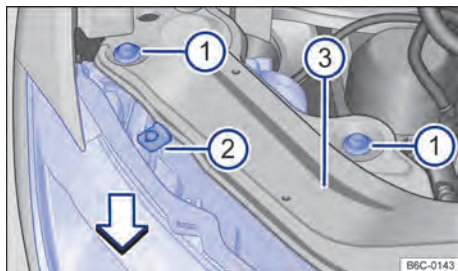

Fig. 132 En el vano motor: tornillos de fijación del faro delantero.
Retirar los tornillos de fijación → fig. 132  1 con ayuda de una llave torx.
- Mover el faro hacia delante, en la dirección de la flecha → fig. 132, hasta que los dos clics de la parte inferior se desacoplen y permitan el desmontaje del farol.
- Recolocar el faro cuidadosamente hasta que los dos clics inferiores se encastren y el tope superior → fig. 132   se apoye en el bloque soporte del faro .